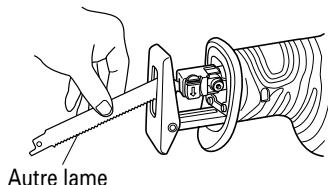

Fig. 11
- (2) Si la section cassée de la lame est dissimulée à l'intérieur de la petite fente du plongeur, accrocher la lame à l'aide de l'extrémité d'une autre lame et la sortir. (Fig. 11)